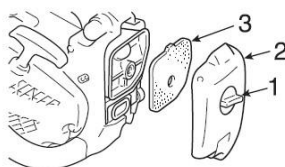

Fig. 17
- Svitare manualmente il tappo (Fig. 17-①) del coperchio del filtro dell'aria (Fig. 17-②) in senso antiorario, quindi rimuovere il coperchio (Fig. 17-③).
- Estrarre il filtro (Fig. 17-④).
- Rimontare il filtro dell'aria (Fig. 17-⑤) e il coperchio (Fig. 17-⑥).